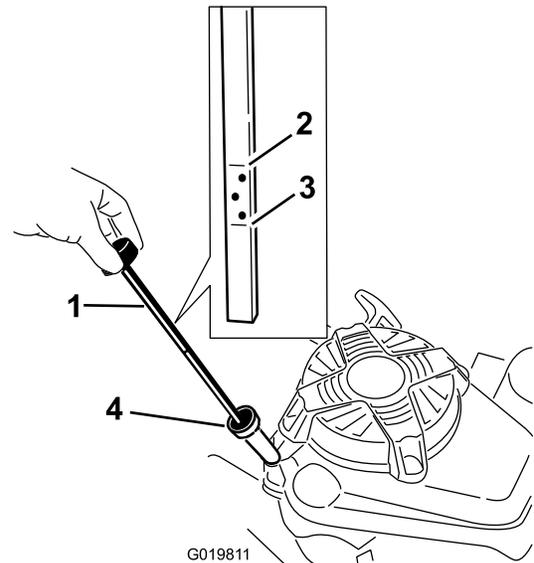

Figura 7
3. Si el cárter está vacío, agregue aproximadamente tres cuartas partes de la capacidad total del cárter por el tubo de llenado de aceite (Figura 7).
6. Observe en la varilla el nivel de aceite (Figura 7).